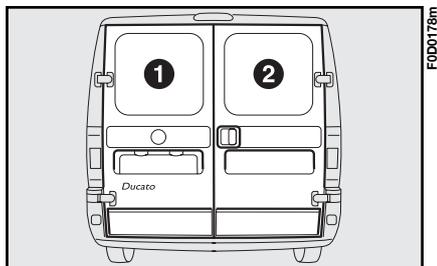

fig. 125
### Ouverture manuelle de l'extérieur du premier battant (2-fig. 125)
### Fermeture manuelle de l'extérieur du premier battant (2-fig. 125)
### Ouverture manuelle de l'intérieur du premier battant (2 fig. 125)
### Ouverture manuelle du deuxième battant (1-fig. 125)
### Fermeture manuelle de l'intérieur du premier battant (2-fig. 125)
### Fermeture manuelle du deuxième battant (1-fig. 125)
**ATTENTION** Pour une utilisation correcte des 2 battants arrière, vérifier toujours, avant de fermer le battant n°2, si l'accrochement du battant n°1 (fig. 125) a eu lieu.